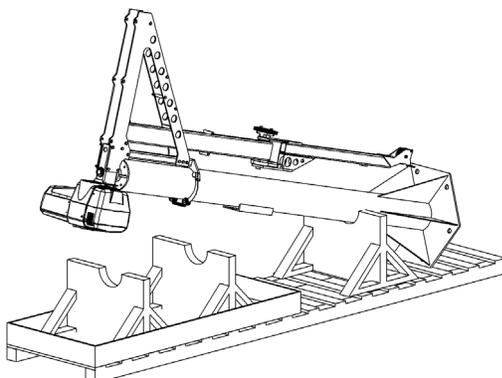

Abb. 2D. Entnahme der Easy Arm®-Baugruppe aus der Verpackung.
- 2.4 Heben Sie den Easy Arm® mit einer geeigneten Hebevorrichtung mit Hilfe der mitgelieferten Ringschrauben aus dem Verpackungskarton (**Abb. 2D** und **2E**). Tun Sie dies erst, wenn Sie bereit sind, das System zu installieren.